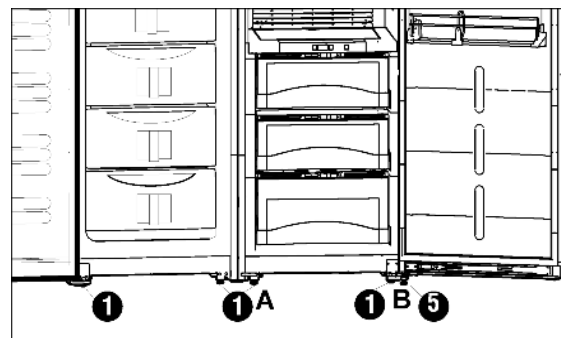

Fig. 18
- Средние установочные опоры (A) Fig. 18 выкрутите снова до соприкосновения с полом.
- При необходимости выкрутите регулирующую опору Fig. 18 (5) на опорном кронштейне (B), чтобы подпереть дверцу.